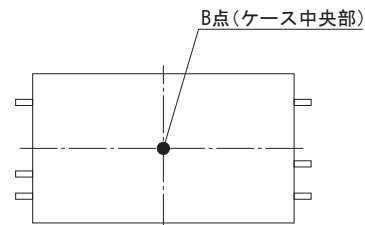

図7.8 強制通風時の温度測定箇所（ケース上面）
②SUC10
■強制通風時（1m/s）は、図7.8のB点の温度が95℃以下となるように通風して、ご使用ください。